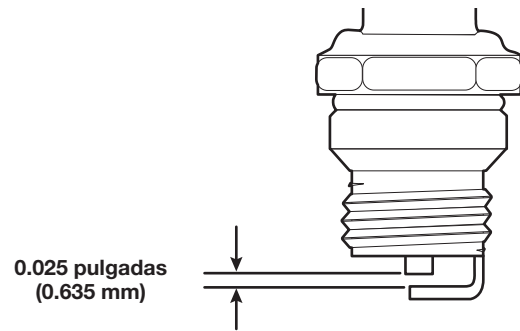

Fig. 12
4. Use un calibrador de separación para ajustar una separación de aire de **0.025 pulgadas (0.635 mm)** (Fig. 12).